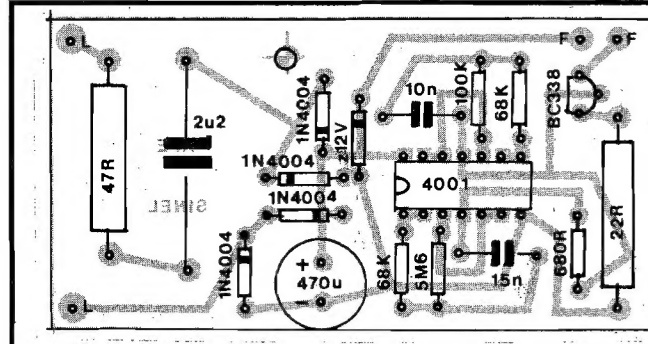

Fig.3
- **FIG. 3 - CHAPEADO DA MONTAGEM** - Agora, a placa é vista pelo lado **não cobreado**, com todas as peças (menos o alto-falante, único componente que é montado **fora** da placa...) posicionadas e cuidadosamente identificadas... Como sempre, enfatizamos os cuidados na inserção e ligação das peças **polarizadas** (Integrado, transistor, diodos - inclusive o zener - e capacitor eletrolítico...). "Pra variar", todas as peças estão devidamente demarcadas com seus códigos, valores, etc., para que não fiquem dúvidas... Essa é outra das **importantes** diferenças entre APE e as demais revistas de Eletrônica: **NÃO** demarcamos as peças, nos chapeados, com os códigos "R1, R2, C1, C2, TR1, TR2, CI1, CI2,